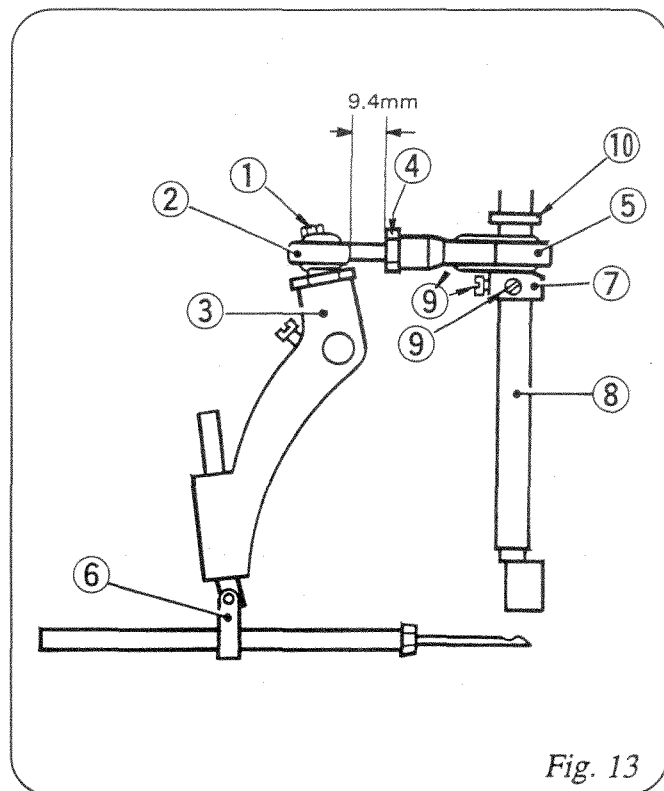

Fig. 13
Para cambiar o ajustar la biela de bola (Fig. 13)
La posición de la aguja es correcta cuando la distancia entre la punta de la aguja (en su posición más alta) y la placa de aguja es de 13mm, lo que se logra aflojando el tornillo de conexión de la barra de aguja con el conjunto sujetador de barra de aguja ⑥ en la Fig.13.
- ① Tornillo 11/64S40084
- ② Biela excéntrica 6A04001
- ③ Palanca de barra de aguja 242051A
- ④ Tuerca 1N8
- ⑤ Conjunto biela conectora y rótula completas 242011A
- ⑥ Conjunto sujetador barra de aguja 242101A
- ⑦ Cabeza biela conectora y excéntrica 242011
- ⑧ Eje principal 241102
- ⑨ ⑨' Tornillo 11/64S40001
- ⑩ Espaciador 241161